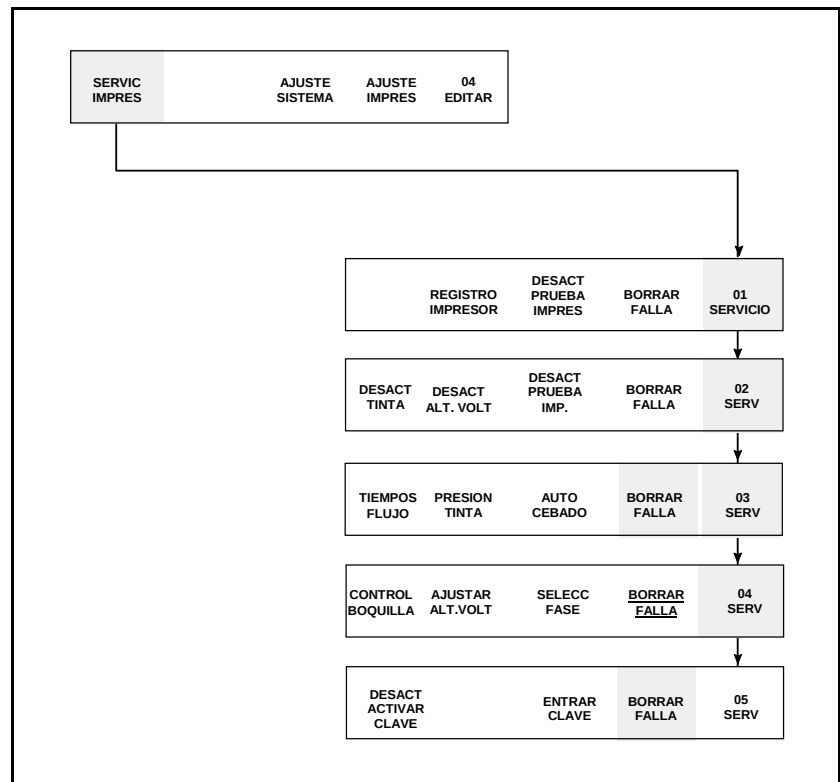

Figura 7-1. Selección de la Opción <BORRAR FALLA>
- Si la impresora se encuentra en el modo Servicio, oprima la tecla **F4** mientras se encuentre en el marco 01 SERVICIO, 02 SERVICIO, 03 SERVICIO, o 05 SERVICIO (consulte la Figura 7-1).